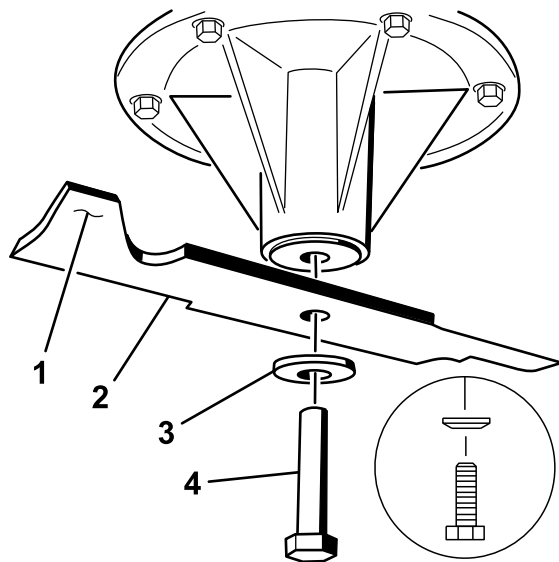

Figura 112
- Instale la cuchilla en el eje (Figura 112).
- Instale la arandela de muelle y el perno de la cuchilla (Figura 112).
**Nota:** El cono de la arandela elástica debe estar orientado hacia la cabeza del perno (Figura 112).